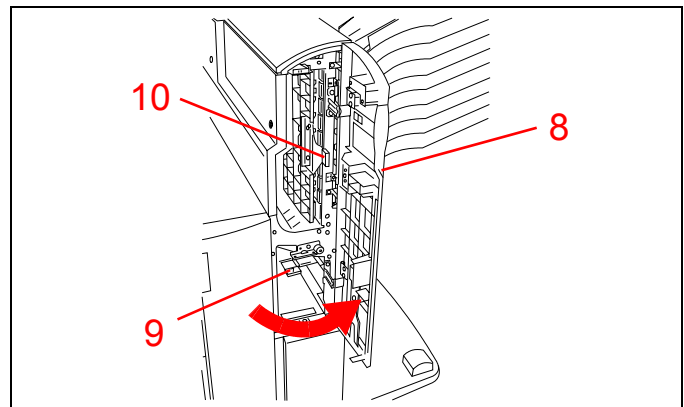

Figura 17
8. Se o atolamento estiver atrás da porta dianteira direita, consulte a Figura 17. Abra a porta direita.